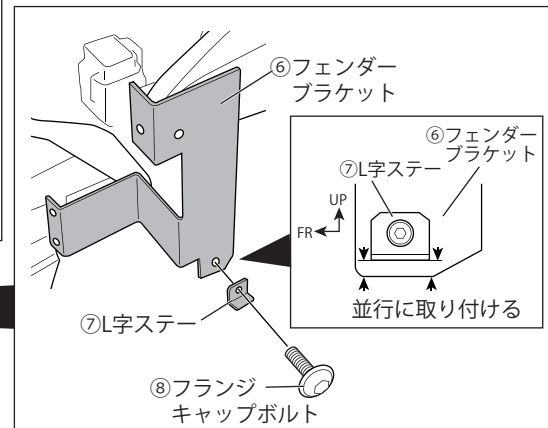

図6 ※左右共通作業 (図はLH)
- 図6を参考に、⑨ヘッドライトのポジションランプハーネスに⑬ギボシ端子を取り付けます。
- 図6を参考に、⑨ヘッドライトを⑩ヘッドライトリングに取り付けます。
- 図6を参考に、組み付けた⑨ヘッドライトを⑪ランプブラケットに⑫キャップボルトで取り付けます。